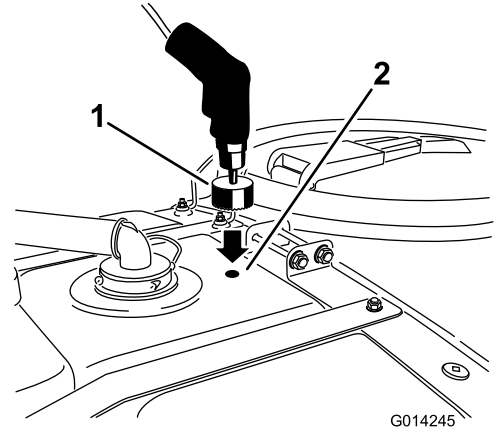

Figura 12
- Utilice una broca de corona de 4,5 cm para perforar un taladro en el punto marcado (Figura 12).